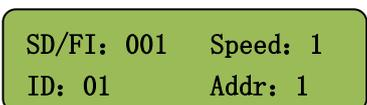

图 1
方法一: 自动识别 ID: W-316C 全部取消锁定，接主控 W-100C，分控自动识别 ID 编号并且往后顺延编号，芯片自动识别主控芯片型号;另外主控可以单独设定分控参数，直接写入。**此方案适用大部分场合: 如图 1 所示**
- 解锁分控参数：分控锁定后，长按 确定 OK 键解锁 如图 1